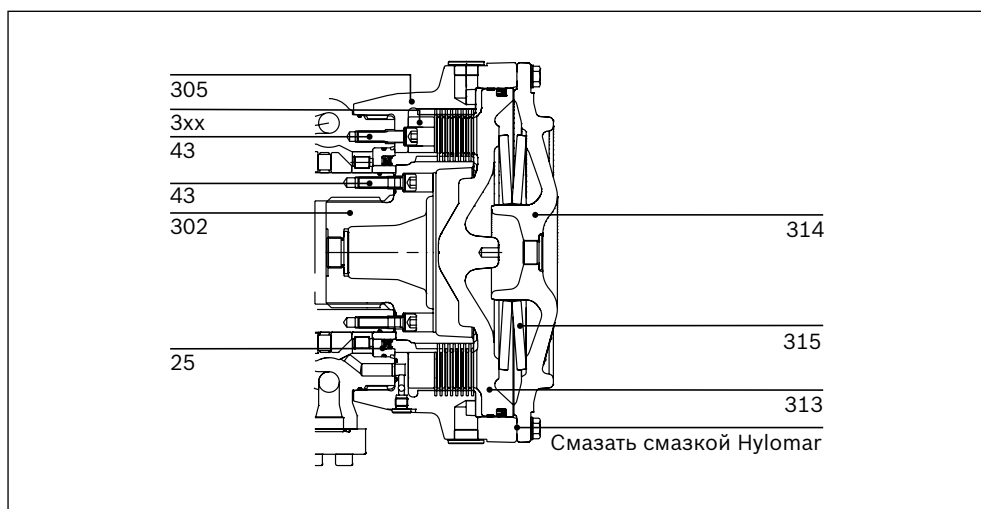

Рис. 3.27
3. Удостовериться, что уплотнение и втулка (25) установлены согласно рис. 3.27.
4. Установить центральный вал (302) в блок цилиндра. Смазать маслом винты (43), затянуть их с моментом 136 Н•м (100 фунт-сила•фут).
5. Установить корпус тормоза (305) на гидромотор вместе с соответствующими винтами 3хх. Смазать маслом винты, затянуть их с моментом 136 Н•м (100 фунт-сила•фут). См. табл. 3.12.